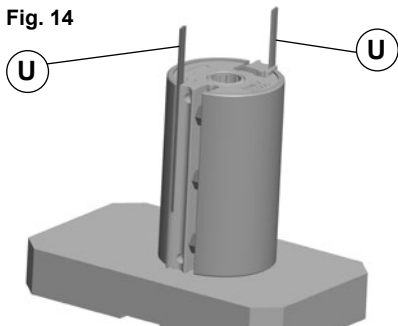

Fig. 15
- Nałóż wałek K na trzpień strugu, dokręcając go śrubą mocującą P (Rys. 15).